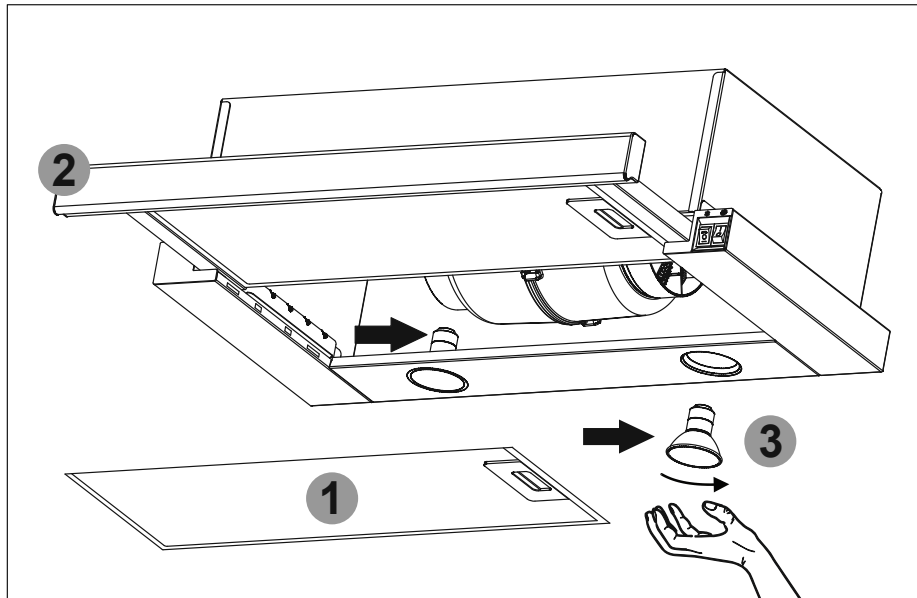

Рис.7
**8.9** На вытяжке установлении **HALOGEN** лампы подсветки рабочей зоны плиты. Перед началом замены ламп освещения необходимо отключить вытяжку от электросети, дать возможность охладеть лампам. Для замены лампы необходимо снять алюминиевый фильтр **1**, вытянуть выдвижную панель с фильтром **2**, отжать держателя патрона на себя, чтобы лампа **3** вышла из корпуса вытяжки, удерживая держатель патрона, слегка надавить на лампу в направлении патрона и, повернув ее против часовой стрелки, вынуть из корпуса вытяжки (**рис.7**).